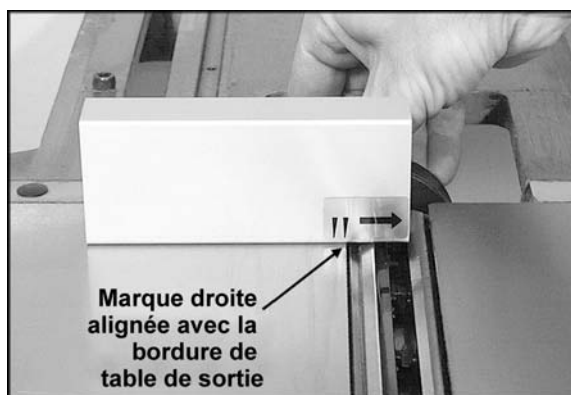

Figure 29 (tête de la découpeuse droite)
8. Un calibre de réglage du couteau en aluminium, illustré sur la Figure 29 est fourni avec la dresseuse. Si vous souhaitez de légères tolérances lors du réglage des couteaux, vous pouvez acheter un calibre de réglage du couteau muni d'un affichage de cadran. Le calibre fourni en aluminium doit cependant être assez précis pour la plupart des travaux de menuiserie.
9. Placez-le à l'arrière de la table de sortie (du côté du support du guide) et laissez-le dépasser la tête de la découpeuse comme illustré sur la figure 29. Installez le calibre de sorte que la marque droite s'aligne sur le bord de la table de sortie comme illustré.